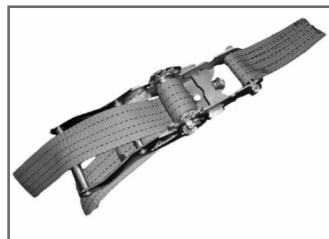

рис. 8
• Расфиксировать стяжные ремни на накидке в следующей последовательности (см. Рис. 8):